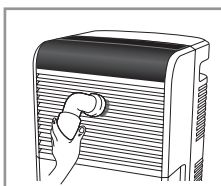

Fig.4
4. La parrilla frontal puede limpiarse utilizando una aspiradora o un cepillo suave para retirar el polvo. (Fig.4)